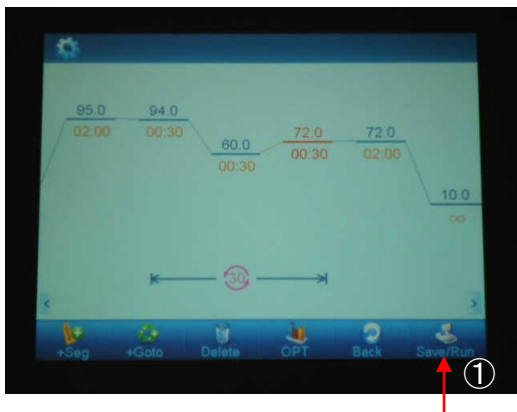

図8
プログラムの入力終了したら、Save/Run(図8-①)をタッチして保存します。